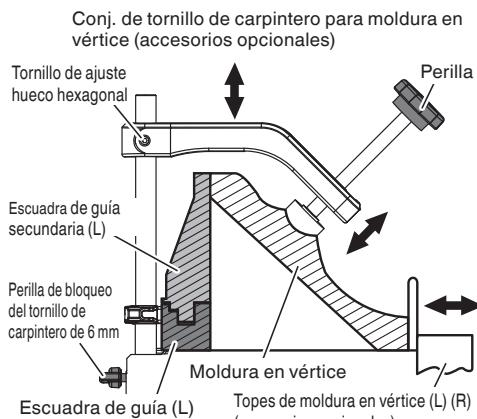

Fig. 33-b
- (2) Posicione la moldura en vértice con su BORDE EN CONTACTO CON LA PARED contra la escuadra de guía secundaria y su BORDE DE CONTACTO CON EL TECHO contra los topes de moldura en vértice, tal como se observa en la Fig. 33-b. Ajuste los topes de moldura en vértice de acuerdo con el tamaño de la moldura en vértice. Apriete el perno de aletas de 6mm para asegurar los topes de la moldura en vértice.
- (3) El conjunto de tornillo de carpintero para moldura en vértice (accesorio opcional) se puede montar en la escuadra de guía izquierda (escuadra de guía (L)), con la escuadra de guía secundaria (L), o bien en la escuadra de guía derecha (escuadra de guía (R)), con la escuadra de guía secundaria (R). Este se puede unir con la inclinación de la moldura en vértice y se puede presionar hacia abajo el conjunto de tornillo de carpintero. Luego, gire la perilla superior, según sea necesario, para asegurar bien la moldura en vértice en su lugar. Para levantar o bajar el conjunto de tornillo de carpintero, primero afloje el tornillo de ajuste hueco hexagonal.